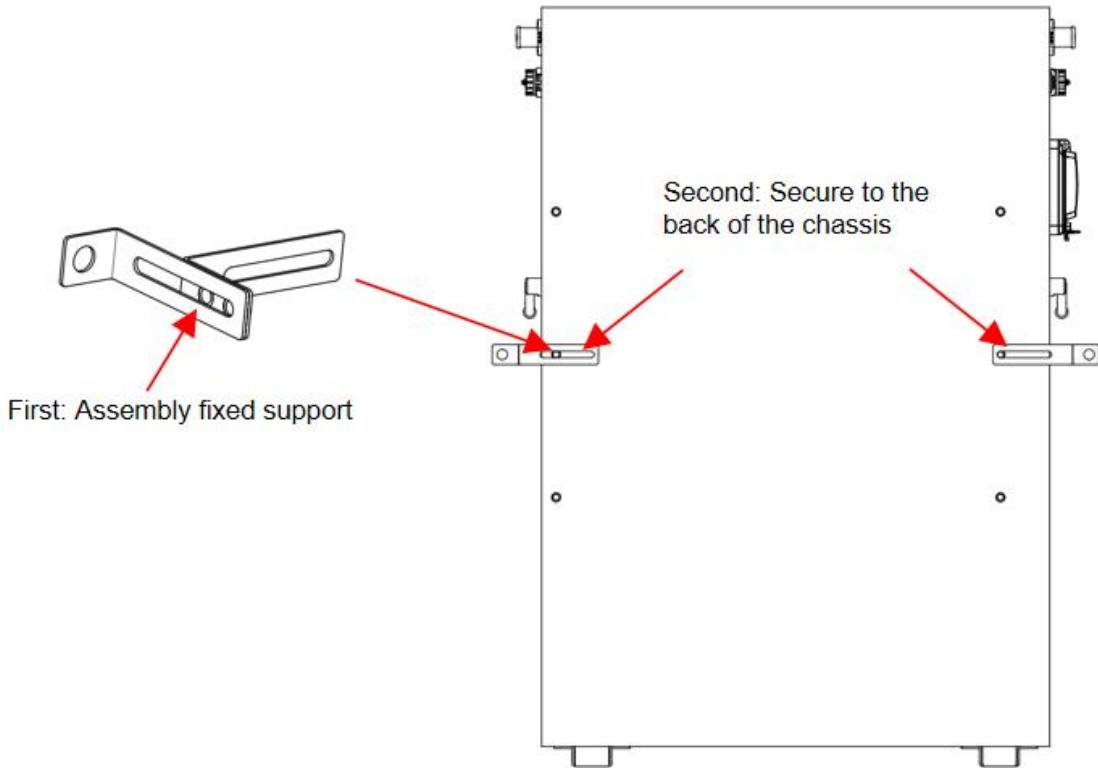

Abbildung 5-4
- a) Mit den 4 Schrauben M6*12 können Sie die linken und rechten Halteösen an der Batterierückseite befestigen. Der Abstand zwischen den beiden Halterungen liegt zwischen 563 und 589 mm und kann um etwa 26 mm verschoben werden wie in Abbildung 5-4 dargestellt.